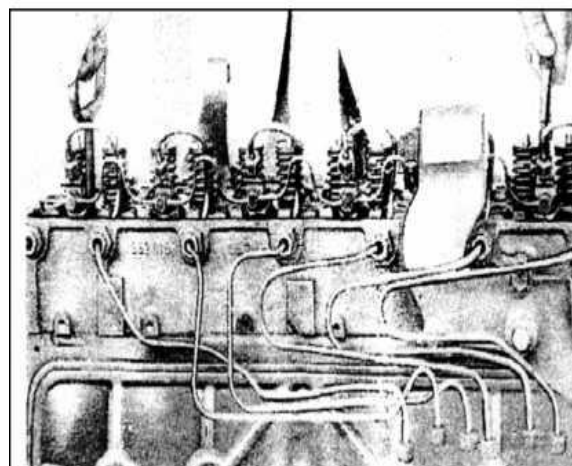

РИС. 67
- 8) Вкрутите специальные рукоятки 312 589 0131 в головку цилиндра и снимите ее (рис. 67).